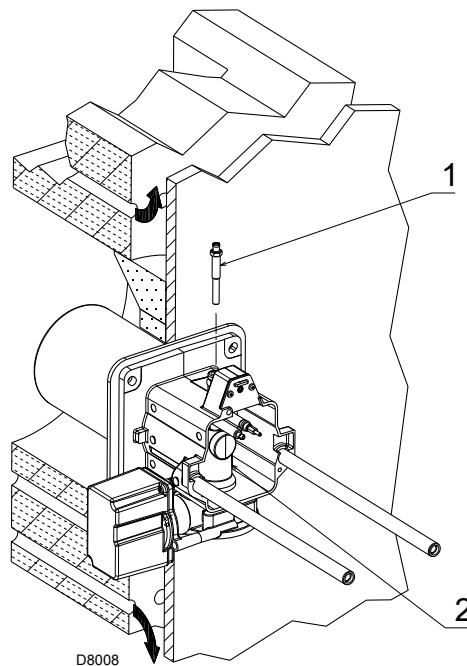

图 15
- 拆下螺丝 1)(图 15)
- 取出燃烧头的内部部件 2)(图 15)，进行调节。
安装进行到这一步，燃烧头已经固定到锅炉上，如图 15 所示。只需根据燃烧器的最大出力对燃烧头进行设定，这样很容易操作。